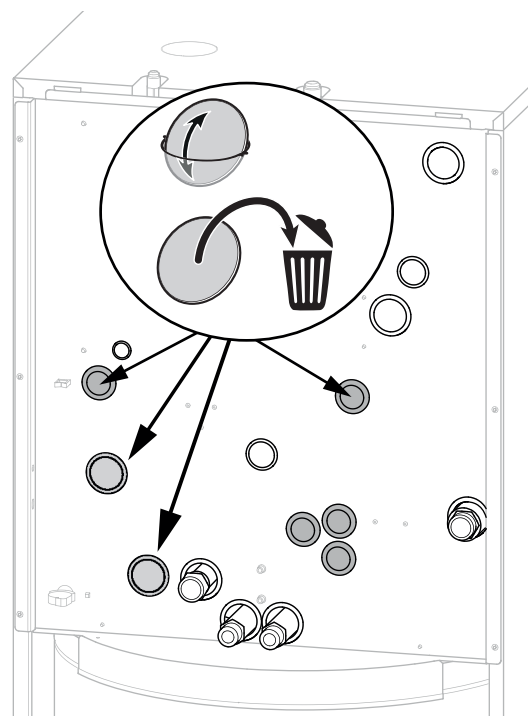

fig. 4 - Passages des tuyauteries
- Remplacer les passe-fils à membrane par les passe-fils fournis avec le kit (voir fig. 4, page 4).